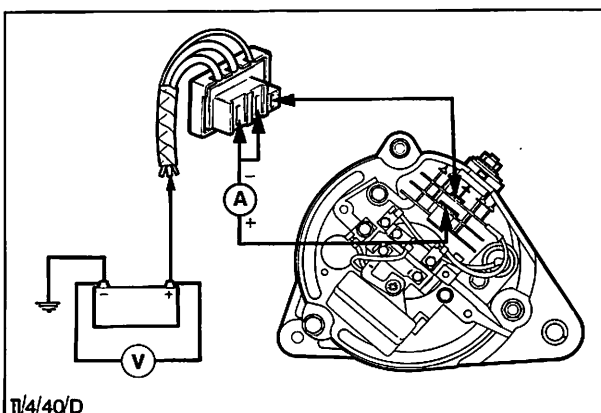

Abb. 38 Regler-Kontrollspannung prüfen
16. Testkabel, Amperemeter und Voltmeter wie in Abb. 38 gezeigt anschließen, um die Regler-Kontrollspannung zu prüfen.